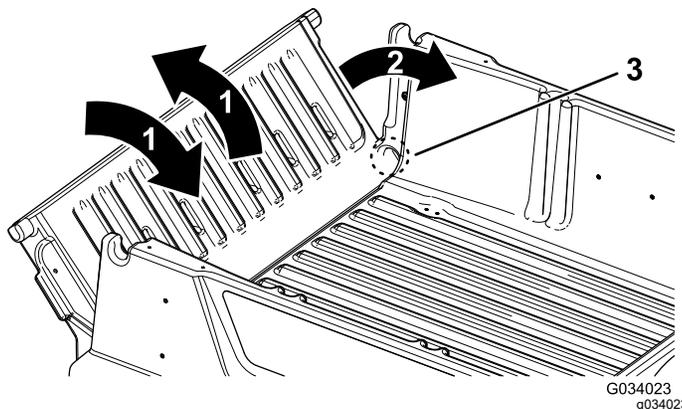

图 14
2. 然后将尾门旋转到大约 45 度的位置图 14。
3. 以短促震动的方式前后旋转尾门几次图 14。